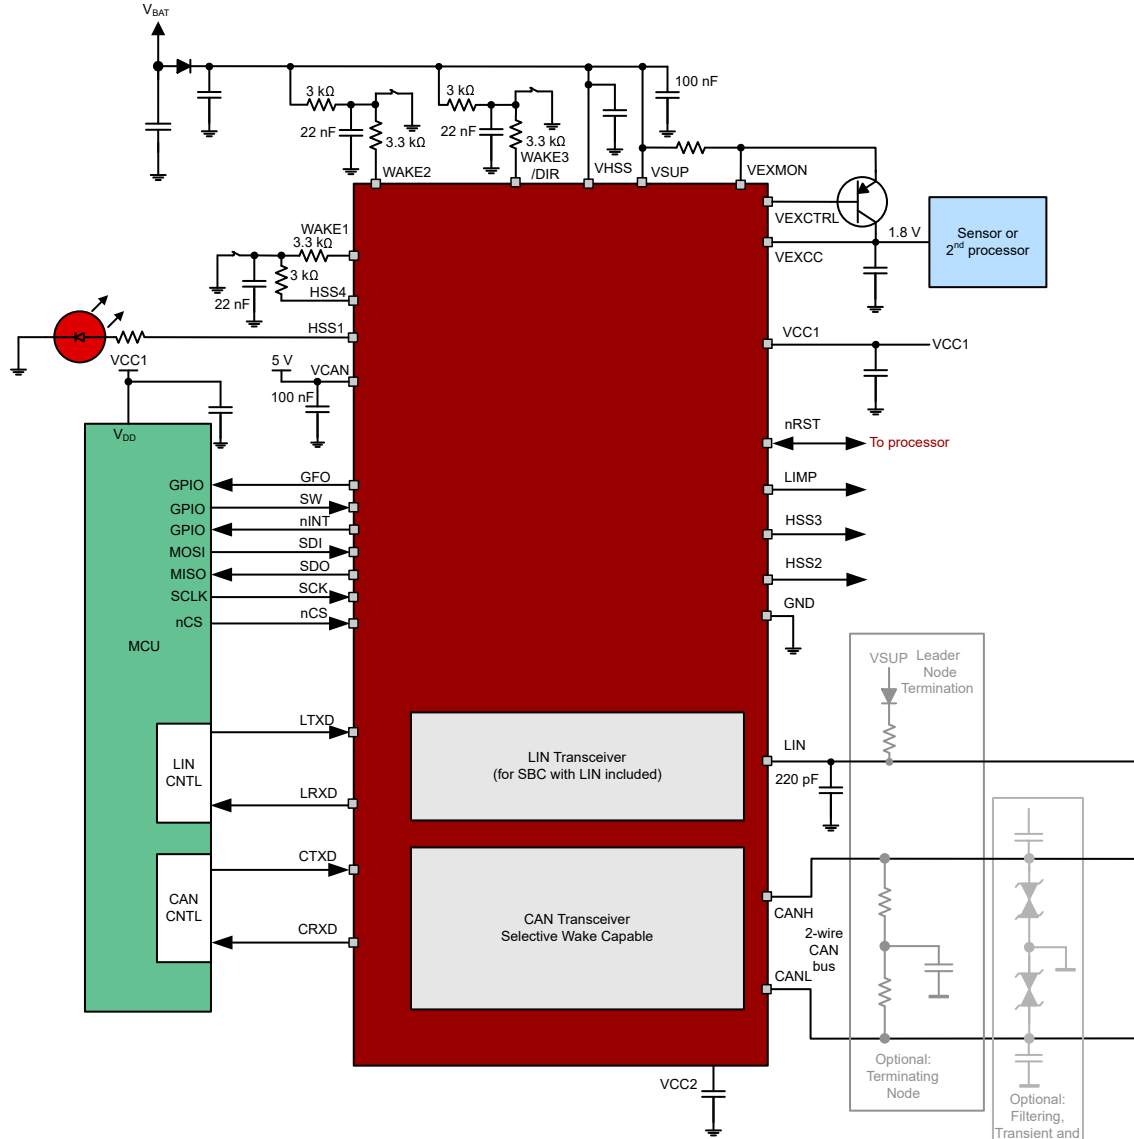

図 8-36. サイクリックセンシング構成のアプリケーション図
サイクリックセンス WAKE を使用する場合、選択した HSS4 ピンのオン時間中のみ WAKE 回路がアクティブになるため、スリープモードでのデバイスの静止電流が減少します。図 8-36 を参照してください。外部ローカルウェーク回路に VSUP を印加すると、HSS4 ピンが周期的にオンになります。毎回、WAKEx はピンが High または Low であることを示
- 図 8-36 に示すように、目的の WAKE ピンを HSS4 に接続します